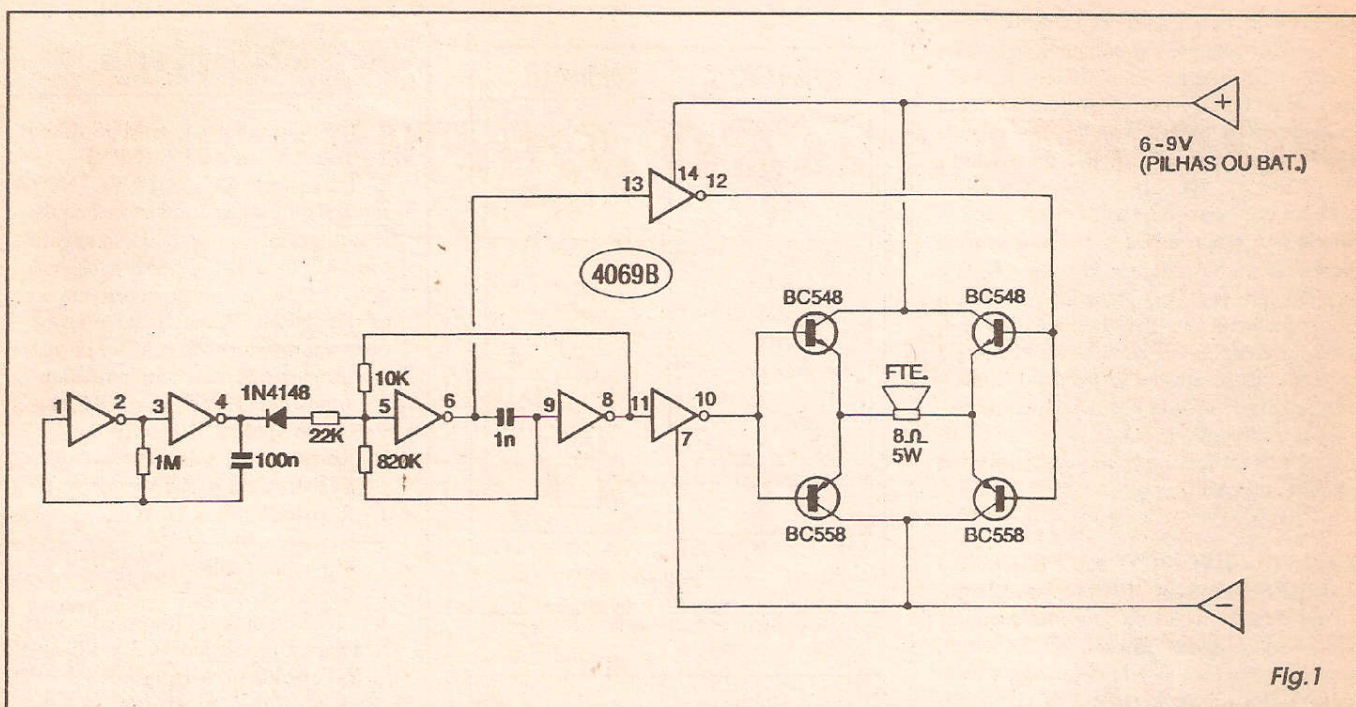

Fig. 1
- **FIG. 1 - DIAGRAMA ESQUEMÁTICO DO CIRCUITO** - Buscando obter (como já foi mencionado) frequência, timbre, modulação e forma de onda absolutamente otimizadas, para se conseguir o máximo de *pressão sonora aparente*, optamos por um circuito de funcionamento teórico complexo, porém de implementação prática ultra-simples, totalmente cen-